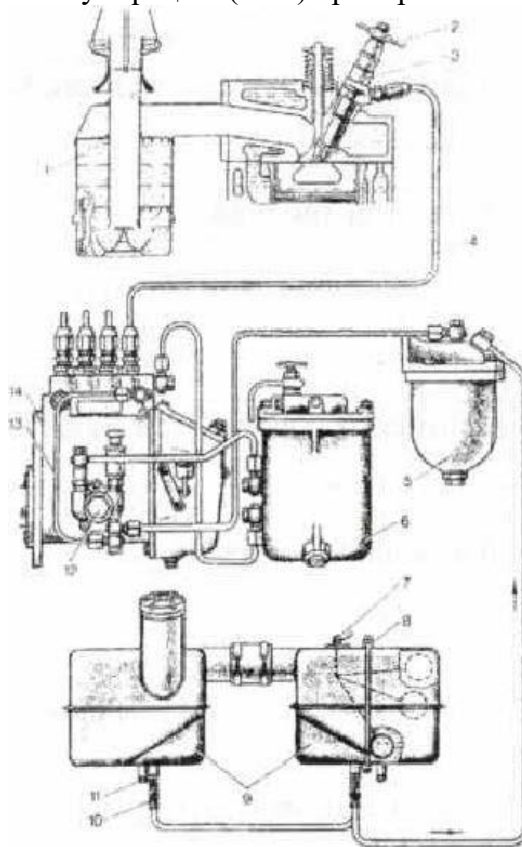

Рис. 7.1. Схема системы питания дизеля
1. Обозначьте в соответствии с нумерацией(1-14) приборы системы питания дизеля (рис. 7.1).